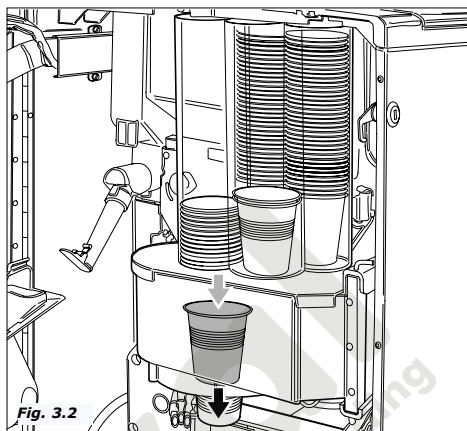

Fig. 3.2
- el motor situado dentro del cup dispenser pone en funcionamiento los tornillos sin fin para separar el vaso de la pila y hacerlo caer en la horquilla apropiada (Fig. 3.2).